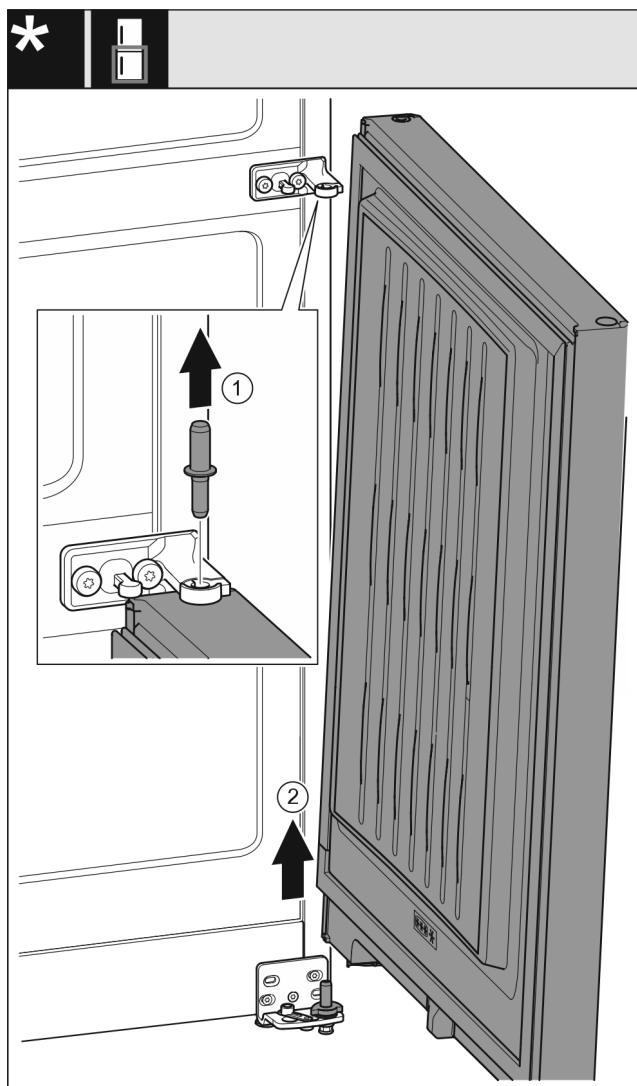

Fig. 29 无减震器*
- 向上拉出螺栓 Fig. 29 (1)。*
- 冰箱门 Fig. 29 (2)向外旋转，向上拉出后放在旁边。*